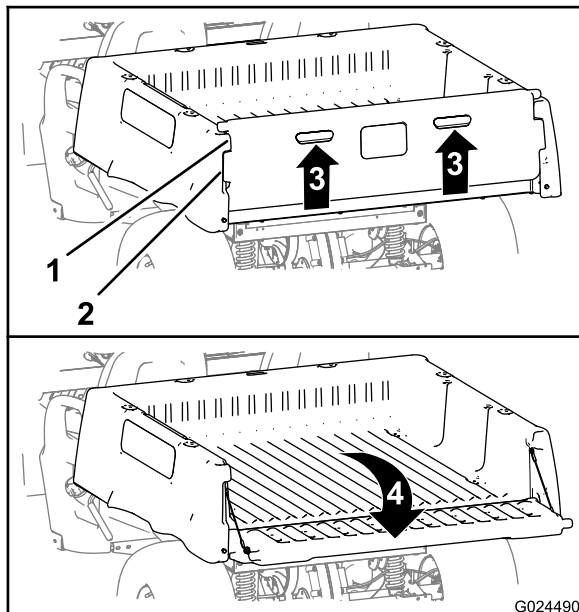

図 16
2. テールゲートのバックパネルについているフィンガーグープルを持ち上げる 図 16。
3. テールゲートのロックフランジを、荷台のテールゲートフランジの開口に合わせる 図 16。
4. テールゲートを後方に倒す 図 16。
6. テールゲートを立てて閉じ、ロックフランジテールゲート側がテールゲートポケット荷台側と面一になるようにする 図 16。
7. 荷台の背部まで、テールゲートを下げる 図 16。